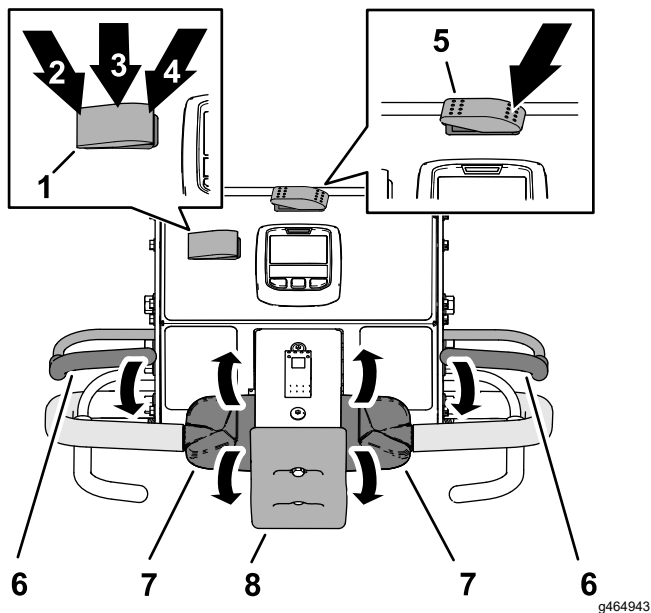

Figura 81
- Pulse el interruptor de transporte/aireación hasta la posición de TRANSPORTE (Figura 81).